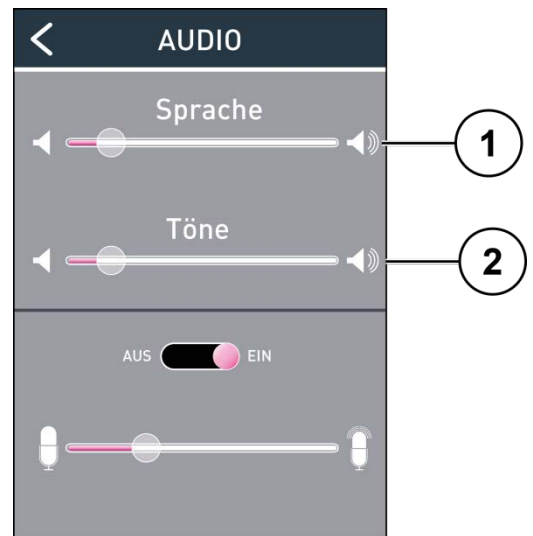

Abb. 15: Einstellungen Audio
- Die Lautstärke der Sprach- und Tonausgabe kann den örtlichen Gegebenheiten angepasst werden (Abb. 15).